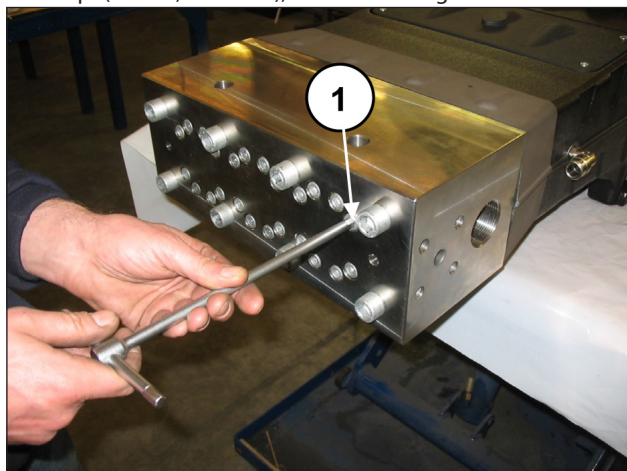
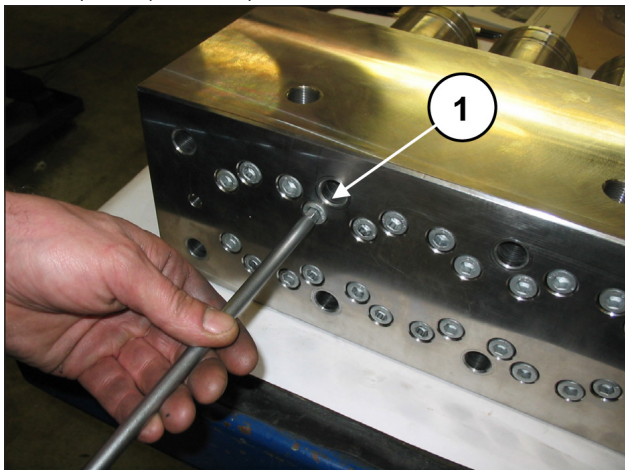
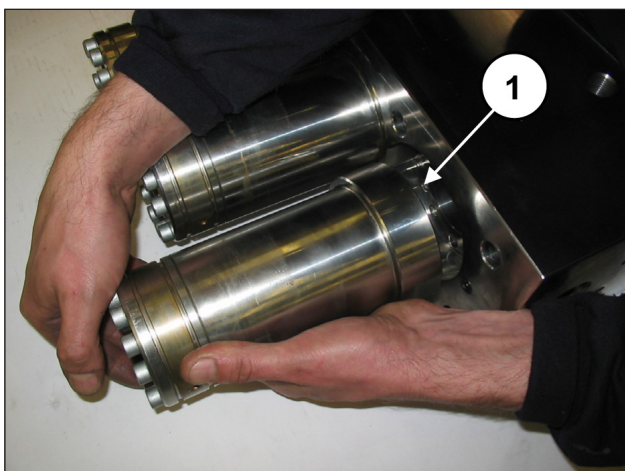

Abb. 106
Abb. 112
Abb. 113
Lockern Sie die Befestigungsschrauben M10x140 von Buchsen und Kopf (Pos. ①, Abb. 106), um sie freizulegen.
Lösen Sie die Befestigungsschrauben M10x140 von Buchsen und Kopf (Pos. ①, Abb. 112) und ziehen Sie Buchsengruppen heraus (Pos. ①, Abb. 113).
Verfahren Sie zur Abnahme der Kolbenbaugruppen wie folgt: Trennen Sie den Kopf und das Distanzstück der Buchsen vom Pumpengehäuse gemäß den Hinweisen in Abschn. 2.2.1 (von Abb. 106 bis Abb. 113).